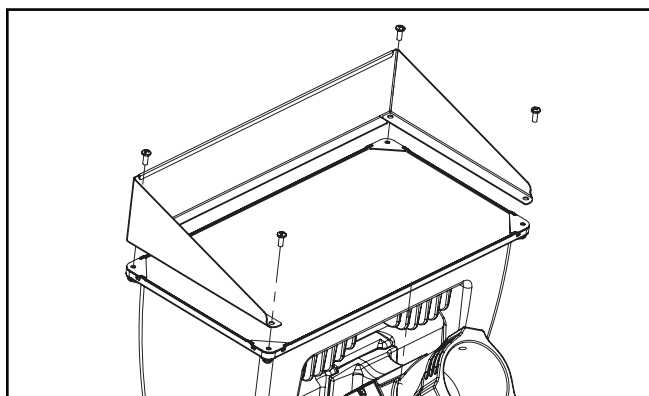

Figura 8.
## Visor (Figura 8.)
1. Afloje y extraiga los (4) tornillos de cabeza Philips 10-24 existentes en la parte frontal de la luminaria y consérvelos para tenerlos como referencia futura.
2. Alinee el visor en la parte superior de los ganchos de la lente, haciendo que coincida con los 4 orificios existentes. (Figura 8.)
3. Reajuste los (4) tornillos de cabeza Philips 10-24 del paso 2 en la parte frontal de la luminaria.